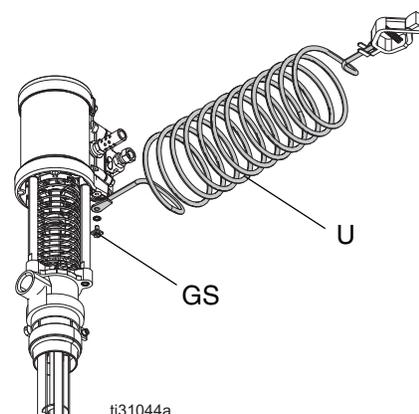

FIG. 4: cable de conexión a tierra
Vea la FIG. 4. Verifique que el tornillo con conexión a tierra (GS) esté fijado y apretado firmemente en el motor neumático. Conecte el otro extremo del cable de conexión a tierra (U) a una tierra verdadera.